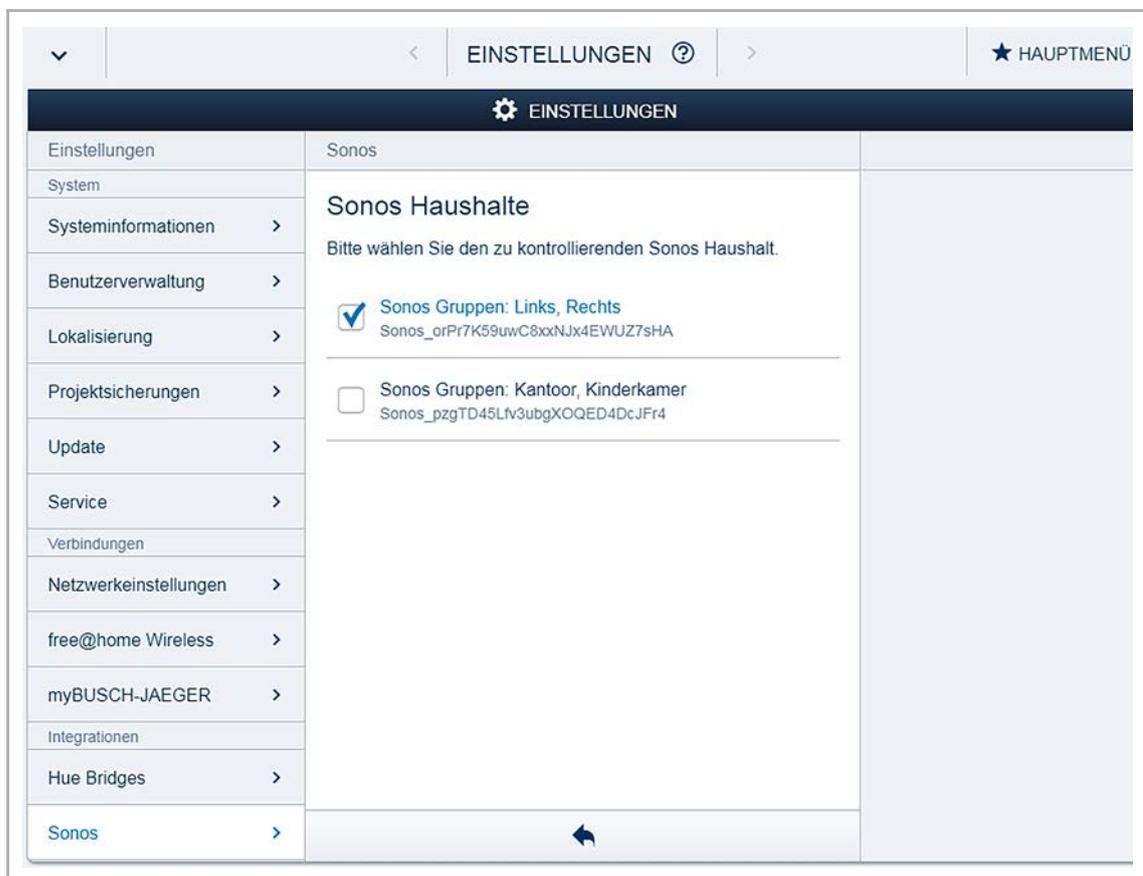

Abb. 102: Verbindung zu einem Sonos System herstellen
1. Verbindung zu einem Sonos System herstellen, siehe Abb. 102.